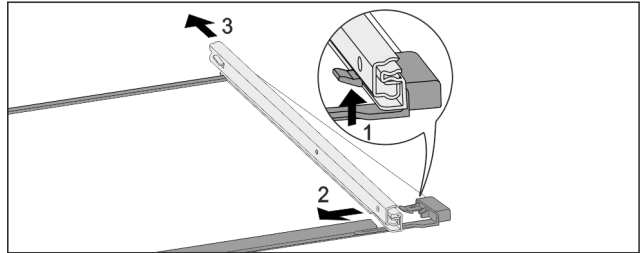

Fig. 133 Glasplaat met rails
- ▶ Voorste vergrendelhaak naar boven duwen. Fig. 133 (1)
- ▶ Uitschuifrail naar de zijkant Fig. 133 (2) en naar achteren Fig. 133 (3) wegschuiven.